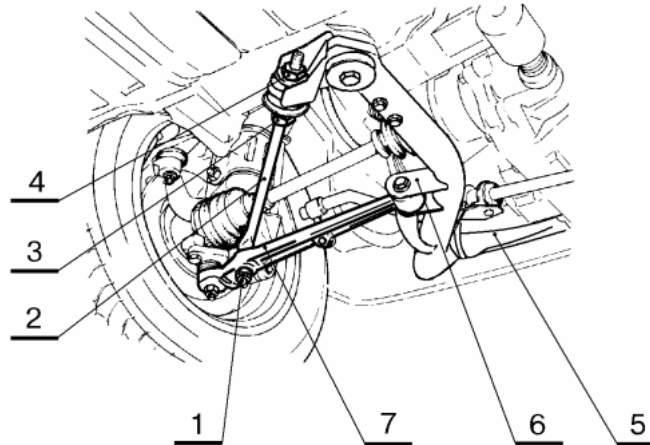

Рисунок 10 - Регулировка угла продольного наклона оси поворота колеса автомобиля ВАЗ 1111:
6.1.1 Ослабить гайку 1, рисунок 10, болта крепления растяжки 2 к рычагу 7 передней подвески (ключ кольцевой 19, ключ гаечный 19).